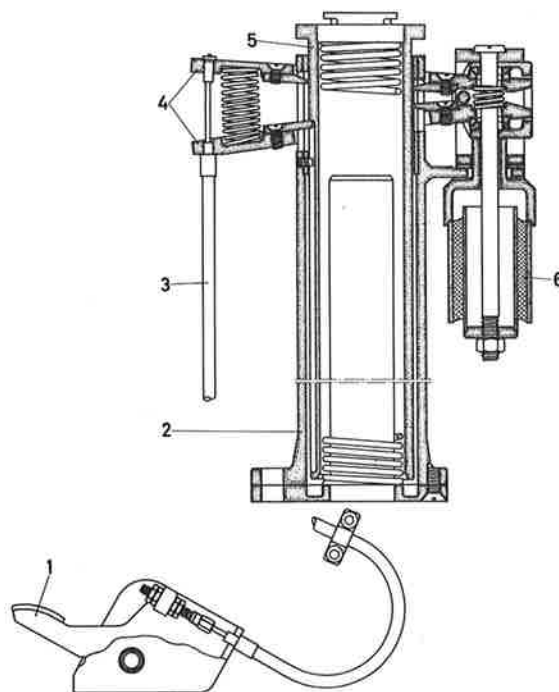

Bild 6. Stativ för sitsar
8. Arm på stolpen 5, bild 6
1. Belasta sisten något och trampa ned pedalen 1, bild 6.